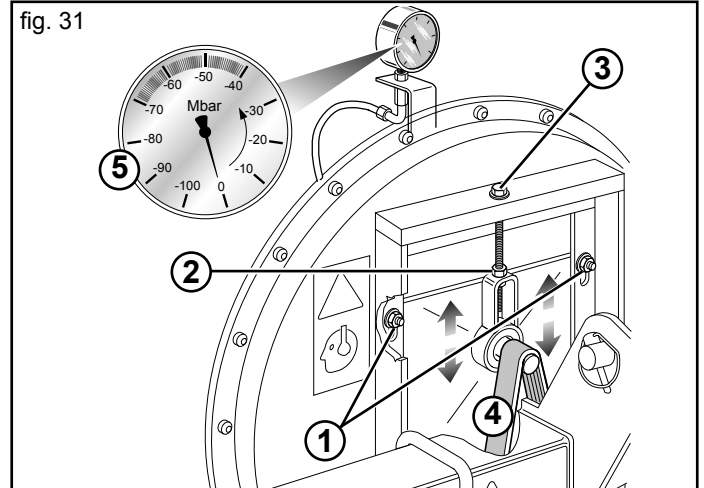

fig. 31
El aspirador (Fig. 31) crea el vacío en el interior de los distribuidores, permitiendo a las semillas que vengán absorbidas por los agujeros del disco. El estado de tensión y de desgaste de la correa es determinante en cuanto se refiere al rendimiento del aspirador y por lo tanto al buen resultado de la siembra. **Una correa tensa correctamente no debe ceder a la presión de la mano.**
- Aflojar los 4 tornillos (1, Fig. 31).
- Aflojar la tuerca (2, Fig. 31).
- Si desgastada, substituir la correa (4, Fig.31).
- Colocar en tracción la correa en-grapando el tornillo (3, Fig.31).
El vacuómetro (5, Fig. 31) mide el vacío; el que se entrega indica los valores de aspiración de 0 a -100 mbar.